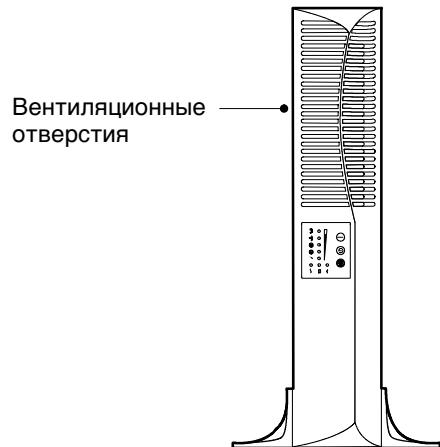

Рисунок 6. Кожух ИБП с подставками
3. Осторожно установите блок вертикально, чтобы вентиляционные отверстия находились сверху (см. Рисунок 6).